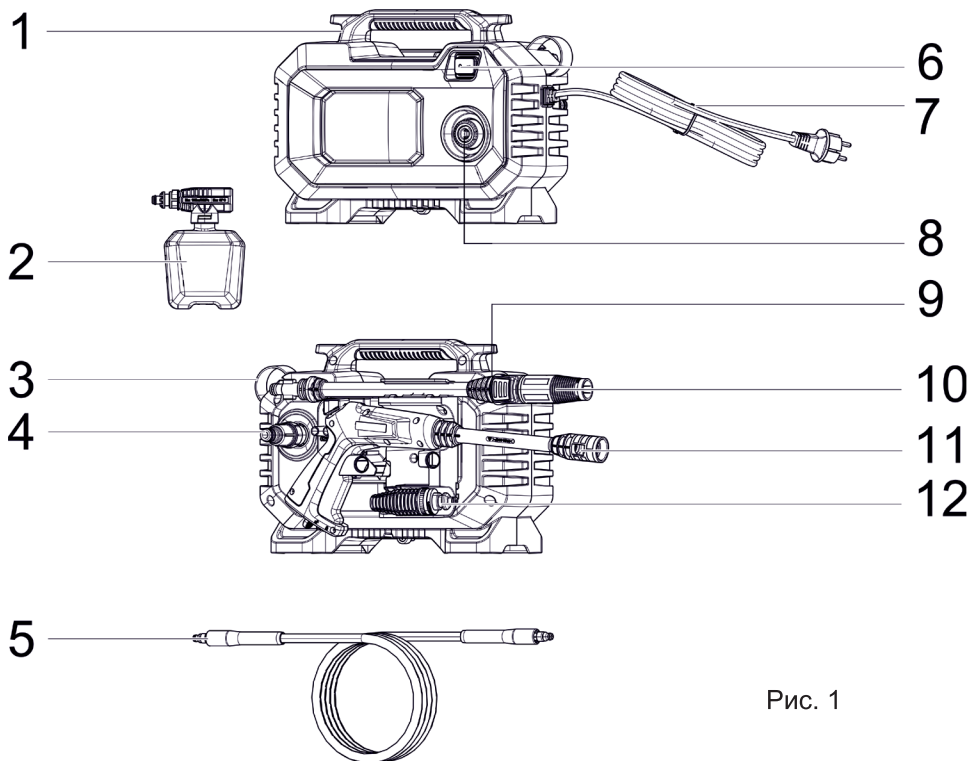

Рис. 1
- Запустите мойку, переведя выключатель 6 (рис. 1) в «I».
- Включите мойку, переведя выключатель 6 (рис. 1) в «I».
- Переведите выключатель 6 (рис. 1) в положение «0».